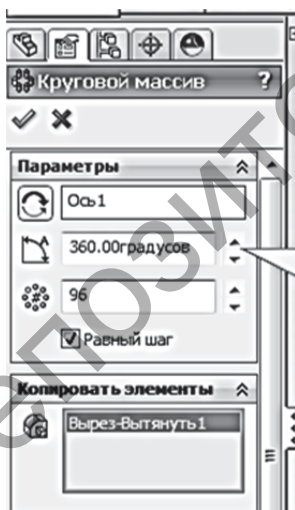
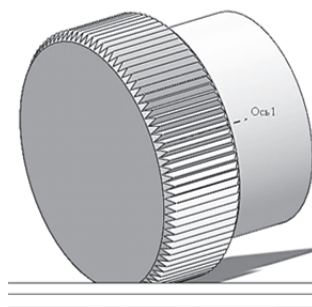

Рисунок 14.10
Рисунок 14.11
7. Постройте круговой массив (рис. 14.10). Для этого выберите команду «Круговой массив», в разделе «Настройка» укажите построенную ось, в разделе «Копировать элементы» — «Вырез углубления» (рис. 14.11).